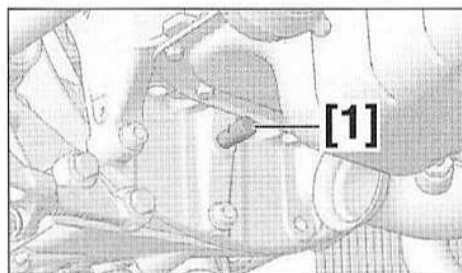

FIG.4
- Dans cette position, introduire l'outil [1] (Fig.4).
- les vis (10),
- le carter supérieur de distribution (11),
- les vis (12),
- la poulie de vilebrequin (13),
- le carter inférieur de distribution (14).
- Reposer la vis (12).
- l'outil [1] (Fig.4),
- Mettre en place l'outil [1] (Fig.4).